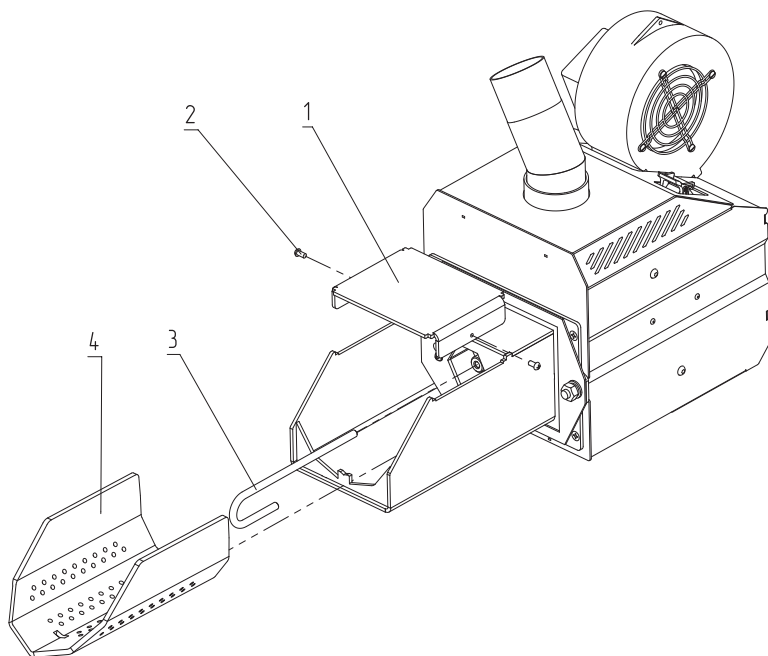

Рис.8 Порядок сборки горелки
- Установите съемную чашу топки (**Рис.8, поз.4**) в лоток горелки;
- Закрутите шуровку (**Рис.8, поз.3**), как показано на **Рис.8**;
- После установки пеллетной горелки на котёл, установите съёмный отбойник (**Рис.8, поз.1**);
- Закрепите отбойник фиксирующими винтами (**Рис.8, поз.2**).